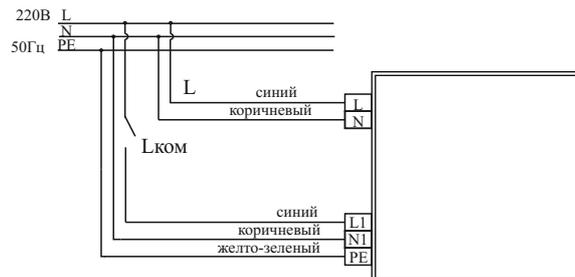

Рисунок 2
- Важно: для корректной работы системы линии питания L и Lком должны принадлежать одной фазе (рисунок2).**